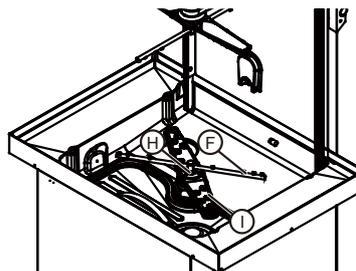

Figure 26 Bras de lavage et de rinçage
- Retirez le bras de lavage supérieur et inférieur « F » et le bras de rinçage « I » et retirez l'écrou de fixation « H » (Figure 26).